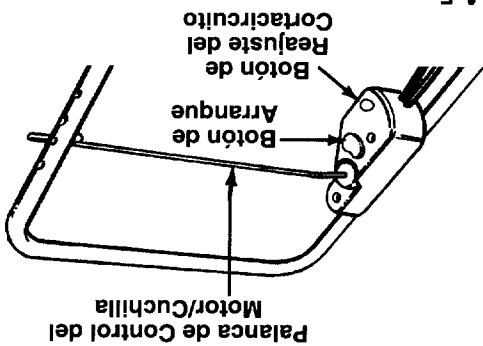

FIGURA 5.
● Para convertir su cortacésped de un triturador a un cortacésped con descarga lateral, levante el tapadero del triturador. Vea la figura 5. Deslice los dos ganchos en el deflector de descarga lateral debajo del pasador de bisagra en el conjunto del triturador de desperdicios de césped. Baje el tapadero del triturador de desperdicios de césped.
IMPORTANTE: SU CORTACÉSPED TIENE UN CORTACIRCUITOS, SITUADO EN LA CAJA DEL CONTROL DEL MOTOR/CUCHILLA. VEA LA FIGURA 5. SI EL CORTACIRCUITOS SE DISPARA, REAJUSTE COMO SE INDICA EN LA SECCION DE MANTENIMIENTO.
- Para convertir su cortacésped de un triturador continuo a un cortacésped con descarga lateral, levante el tapadero del triturador. Vea la figura 5. Deslice los dos ganchos en el deflector de descarga lateral debajo del pasador de bisagra en el cortacésped. Baje el tapadero del triturador de desperdicios de césped.